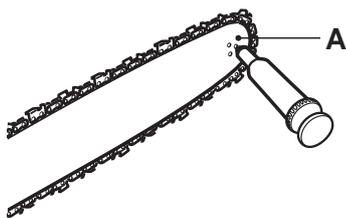

Fig. 53
1. Nettoyez le pignon de renvoi (8).
2. Procurez-vous un pistolet de graissage jetable; insérez la pointe dans le trou de graissage (Fig. 53, A) et injectez l'huile jusqu'à ce qu'elle déborde du trou du pignon (Fig. 53).